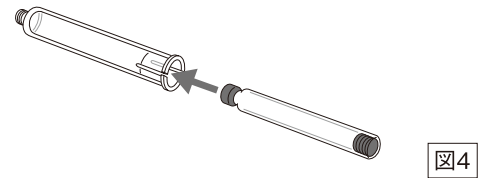

図4
- ① 薬液カートリッジをカートリッジホルダーに装填します (図4)。